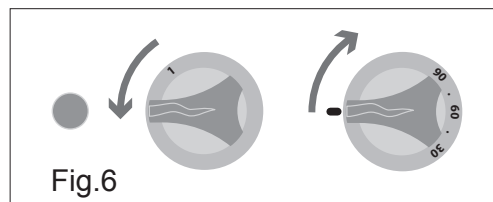

Fig.6
- Tourner la poignée d'allumage en position "1" l'éclairage de l'indicateur vert signale la phase de fonctionnement (Fig. 6).
- Tourner la poignée du thermostat dans la position souhaitée pour régler la température d'exercice (Fig. 6).
Tourner la poignée du thermostat en position "Zéro" (Fig. 6) pour arrêter l'émission de la chaleur et éteindre l'appareil à la fin du cycle de travail.